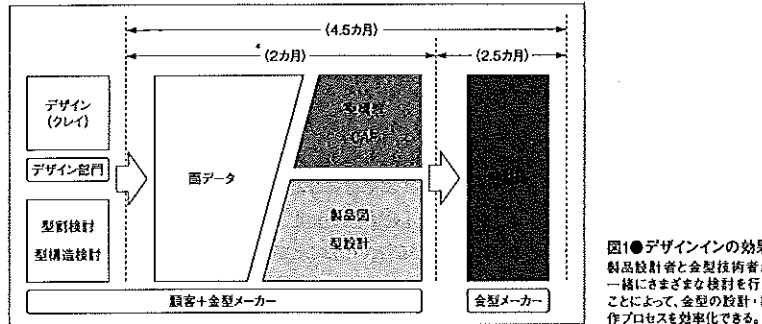

図1●デザインインの効果
製造要件としては、①製品デザインの成立性、②型抜き方向の整合性、③製品分割の方法、④アンダーカットの処理方法、⑤部品間の合わせ精度、⑥製品公差、⑦型抜き勾配、⑧型強度、⑨ソリ/ヒケ/ウエルド、が挙げられる。金型の設計に関する項目が多い。デザインインでは、製品のデザイン段階や設計段階からこれらの項目について検討し、製品設計と金型仕様書に反映させる。そうすることで、金型構造の検討を早い段階で行えるので、設計・製作リードタイムを短縮できる(図1)。